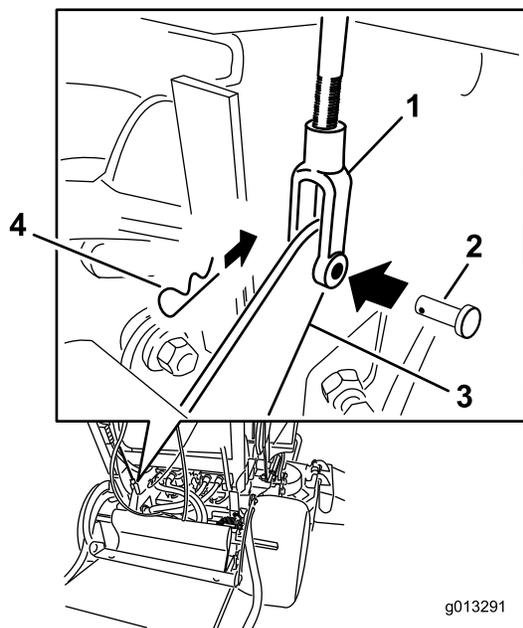

図 63
4. ブレーキの調整を行うには、まず、下側ブレーキレバーとヨークからクレビスピンとヘアピンコッターを外す **図 63**。
7. クレビスピンとヘアピンコッターで、下側ブレーキレバーにヨークを固定する。 **図 63**。